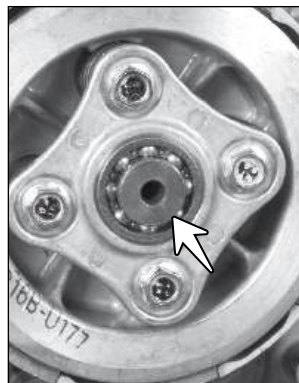

Fig. 3.181A
- Instale o pino de acionamento da embreagem e a esfera (seta) no conjunto da embreagem. (Fig. 3.181A)